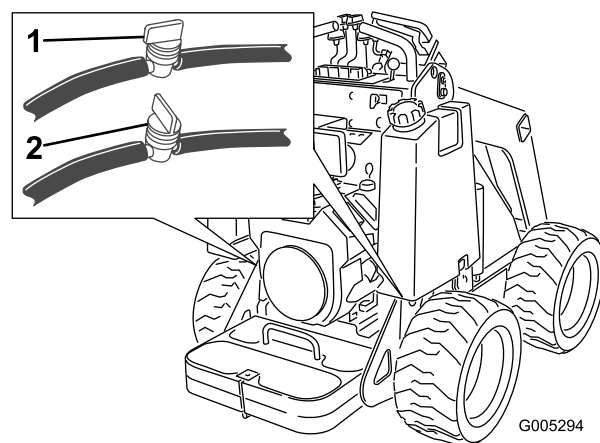

Figura 30
3. Cierre la válvula de combustible, situada debajo de cada depósito de combustible (Figura 30).
3. Cierre la válvula de combustible, situada en la manguera cerca del fondo del depósito o los depósitos de combustible, tal y como se muestra en la Figura 30.
la parte inferior del depósito o de los depósitos de combustible, según se muestra en la Figura 30.